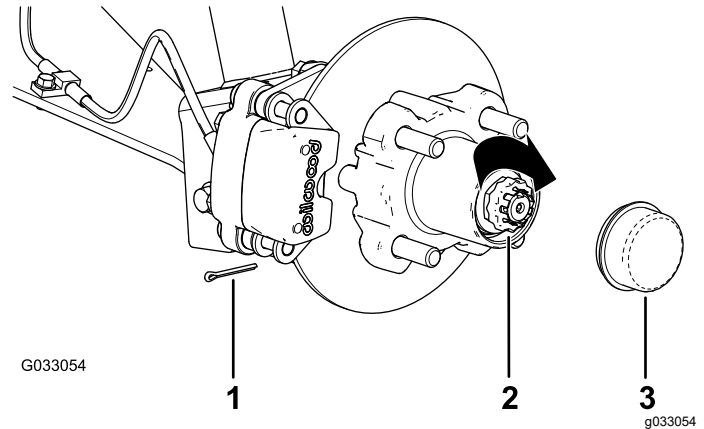

Bild 35
8. Befestigen Sie den Halter über der Mutter und prüfen Sie die Ausfluchtung des Schlitzes im Halter und dem Loch in der Spindel für den Splint (**Bild 35**).
9. Setzen Sie den Splint ein und biegen Sie jeden Abschnitt um den Halter (**Bild 35**).
10. Setzen Sie den Staubdeckel auf die Radnabe (**Bild 35**).